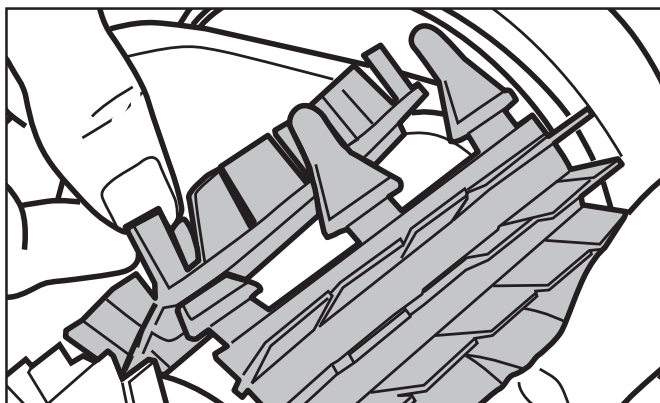

Figure 19. Tirer les onglets à travers chaque fente
4. Enfillez chaque languette dans la fente fournie et introduisez-la délicatement jusqu'à ce que le talon sorte de l'autre côté de la fente (Figure 19).